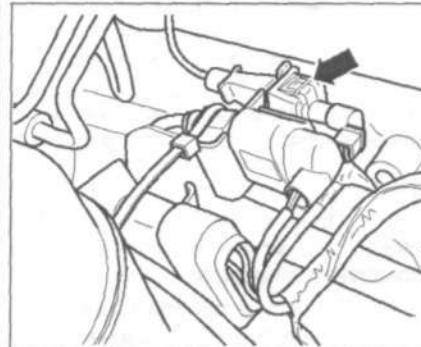

Рис. 7.59. Отсоедините разъем проводки от датчика перемещения иглы форсунки (стрелка).
2. Отсоедините разъем проводки от датчика перемещения иглы форсунки (стрелка) (рис. 7.59).